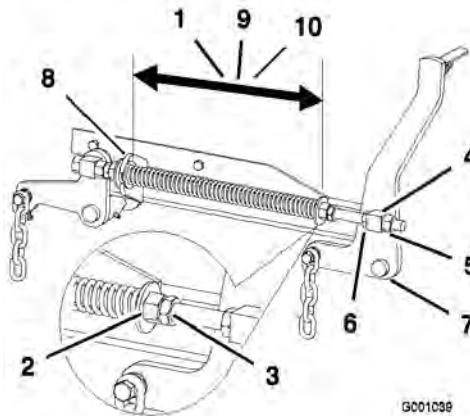

Figure 68
- Vérifiez que les deux grandes rondelles sont espacées de 28,2 cm pour les plateaux de coupe de 52 pouces, de 26,7 cm pour les plateaux de coupe de 60 pouces, ou de 29,2 cm pour les plateaux de coupe de 72 pouces (Figure 68).
- Réglez cette distance en desserrant l'écrou de blocage du ressort et en tournant l'écrou devant chaque ressort (Figure 68). Tournez l'écrou dans le sens horaire pour raccourcir le ressort, et dans le sens inverse pour l'allonger.
- Bloquez l'écrou en position en serrant l'écrou de blocage du ressort (Figure 68).